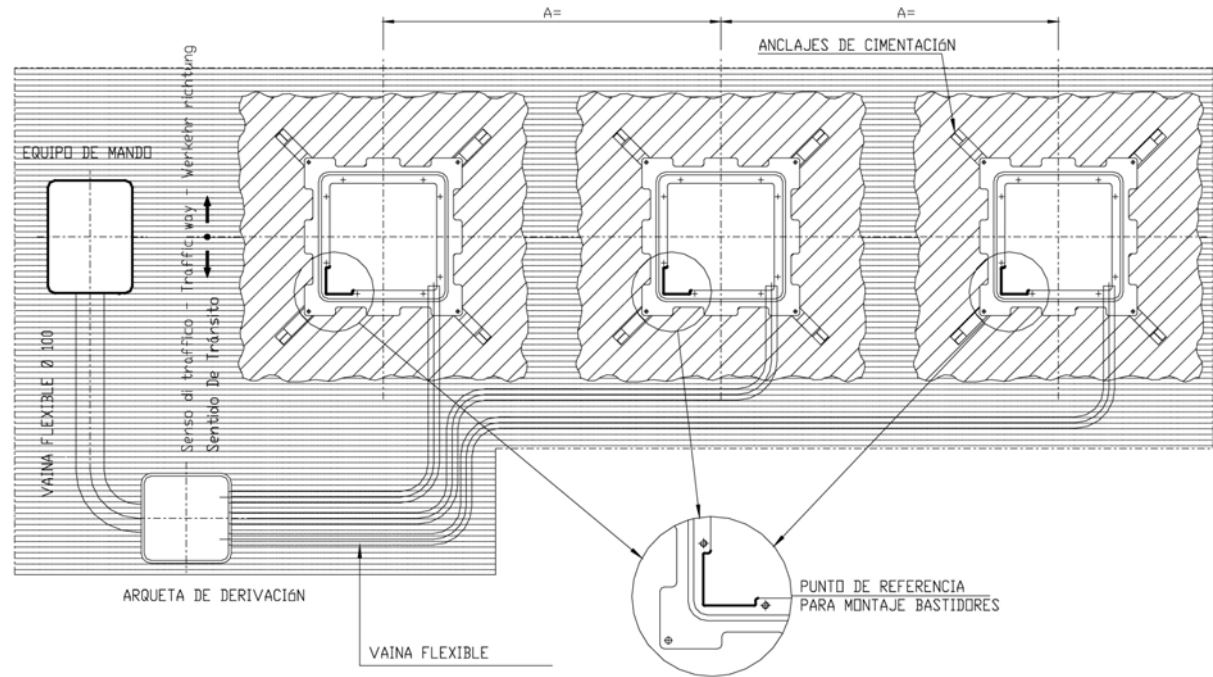

Fig. 5
- 8) Coloque las tuberías necesarias para la conexión entre la central de control y los restantes aparatos adicionales (p. ej. semáforos - espiras inductivas - lector de tarjetas - etc.) y los restantes pilones que pudieran estar presentes, prepare la conexión eléctrica y de puesta a tierra (fig.5).